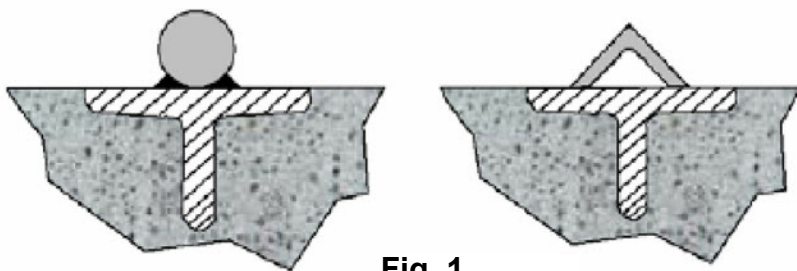
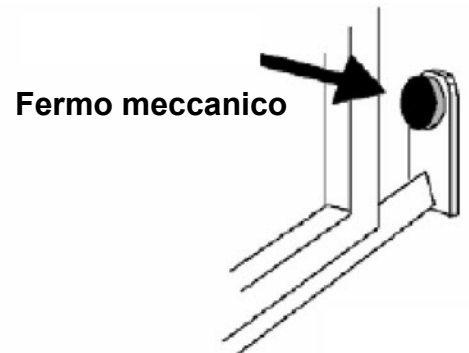
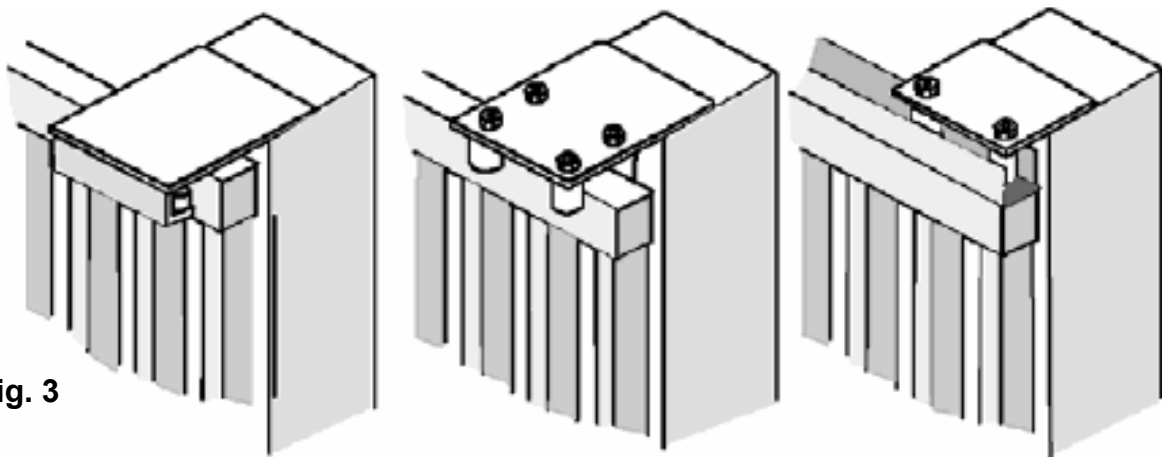

Fig. 1
Fig. 2
Fig. 3
- Prima di procedere al montaggio dell'automatismo, si verifichi che il cancello sia perfettamente funzionante, inoltre, è opportuno verificare che la guida di scorrimento a terra (**V. Fig. 1**) non presenti malformazioni, che sia perfettamente a livello e che sia presente il fermo meccanico in apertura (**V. Fig. 2**) al fine di evitare che il cancello esca fuori dalle guide superiori (**V. Fig. 3**)
- Verificare la guida di scorrimento superiore (**V. Fig. 3**) che sia ben salda e il cancello vi scorra liberamente.
Posizionare la piastra in dotazione (Fig. 1) ad una distanza di **50 mm** dal bordo del cancello e perfettamente in squadra con un'angolo di 90°.
Posizionare il motoriduttore e fissarlo con le viti e rondelle in dotazione **A** (Fig.2).
Fissare la cremagliera sul cancello in modo saldo prevedendo una distanza da 2 a 3 mm dal pignone del motore (Fig.3).